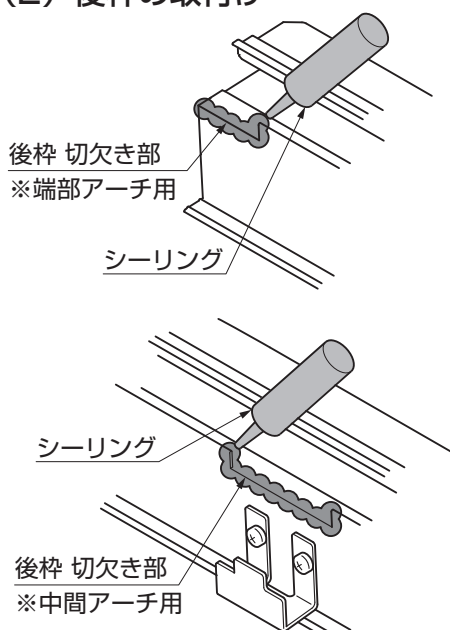

図4-11 シーリング箇所
①後枠の切欠き部に、シーリングをしてください。(図4-11参照)
- ②後枠を端部アーチに [1-5]、[2-5] または [3-5] で取付けてください。
- ③後枠を中間アーチに [1-5]、[2-5] または [3-5] で取付けてください。